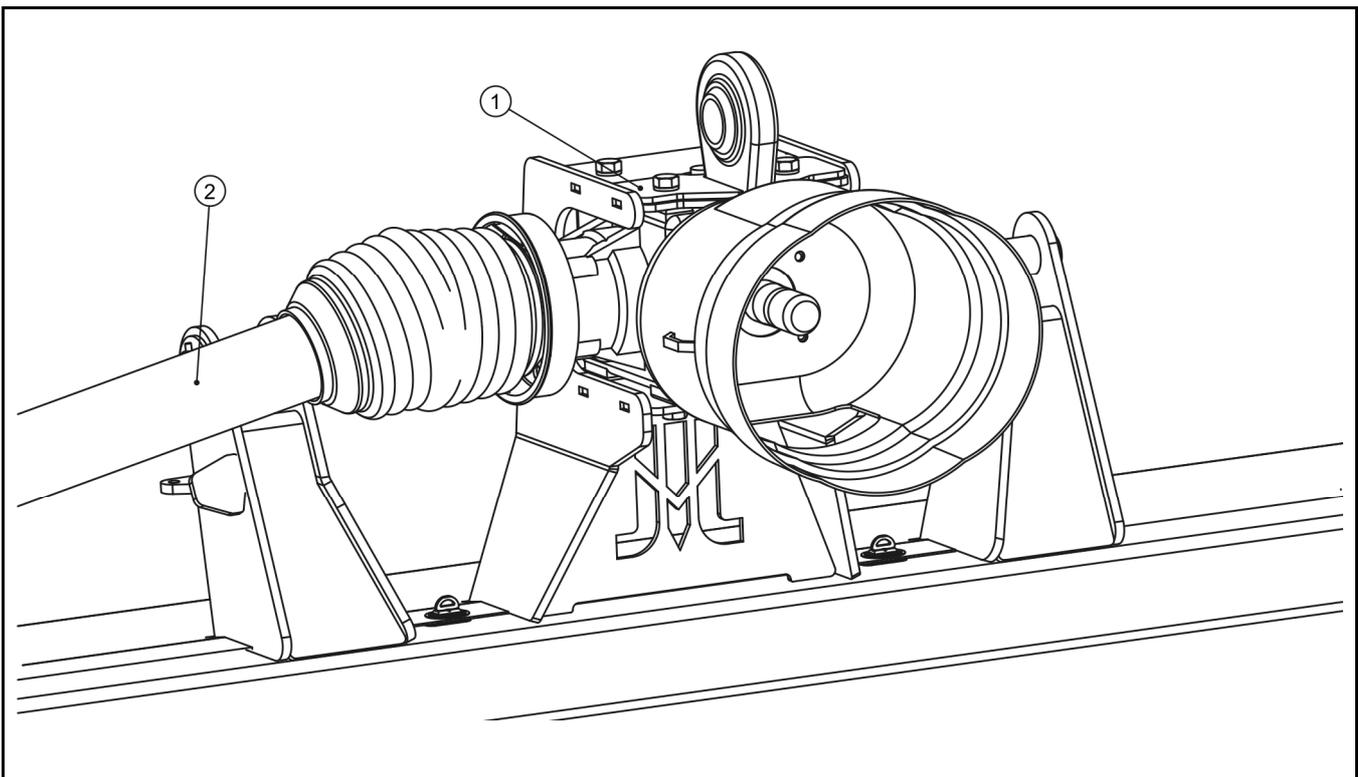

ABBILDUNG 4.1 Position des Winkelgetriebes
Anschluss an Traktoren geeignet, deren Drehrichtung von der Vorderseite des Traktors aus gesehen im Uhrzeigersinn ist. Wenn die Maschine an einen Traktor mit entgegengesetzter Drehrichtung der Zapfwelle angeschlossen werden soll, muss das Winkelgetriebe (1) (ABBILDUNG 4.1), das sich im Mittelteil der Mähmaschine befindet, ausgebaut und um 180° gedreht werden.